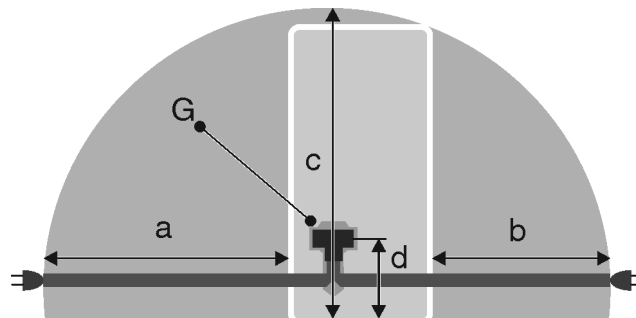

Fig. 25
- Розетка находится вне зоны задней стенки устройства в данной зоне. Fig. 25 (a, b, c)
- Штекер устройства Fig. 25 (G) подсоедините с задней стороны устройства. Следите за правильной фиксацией.